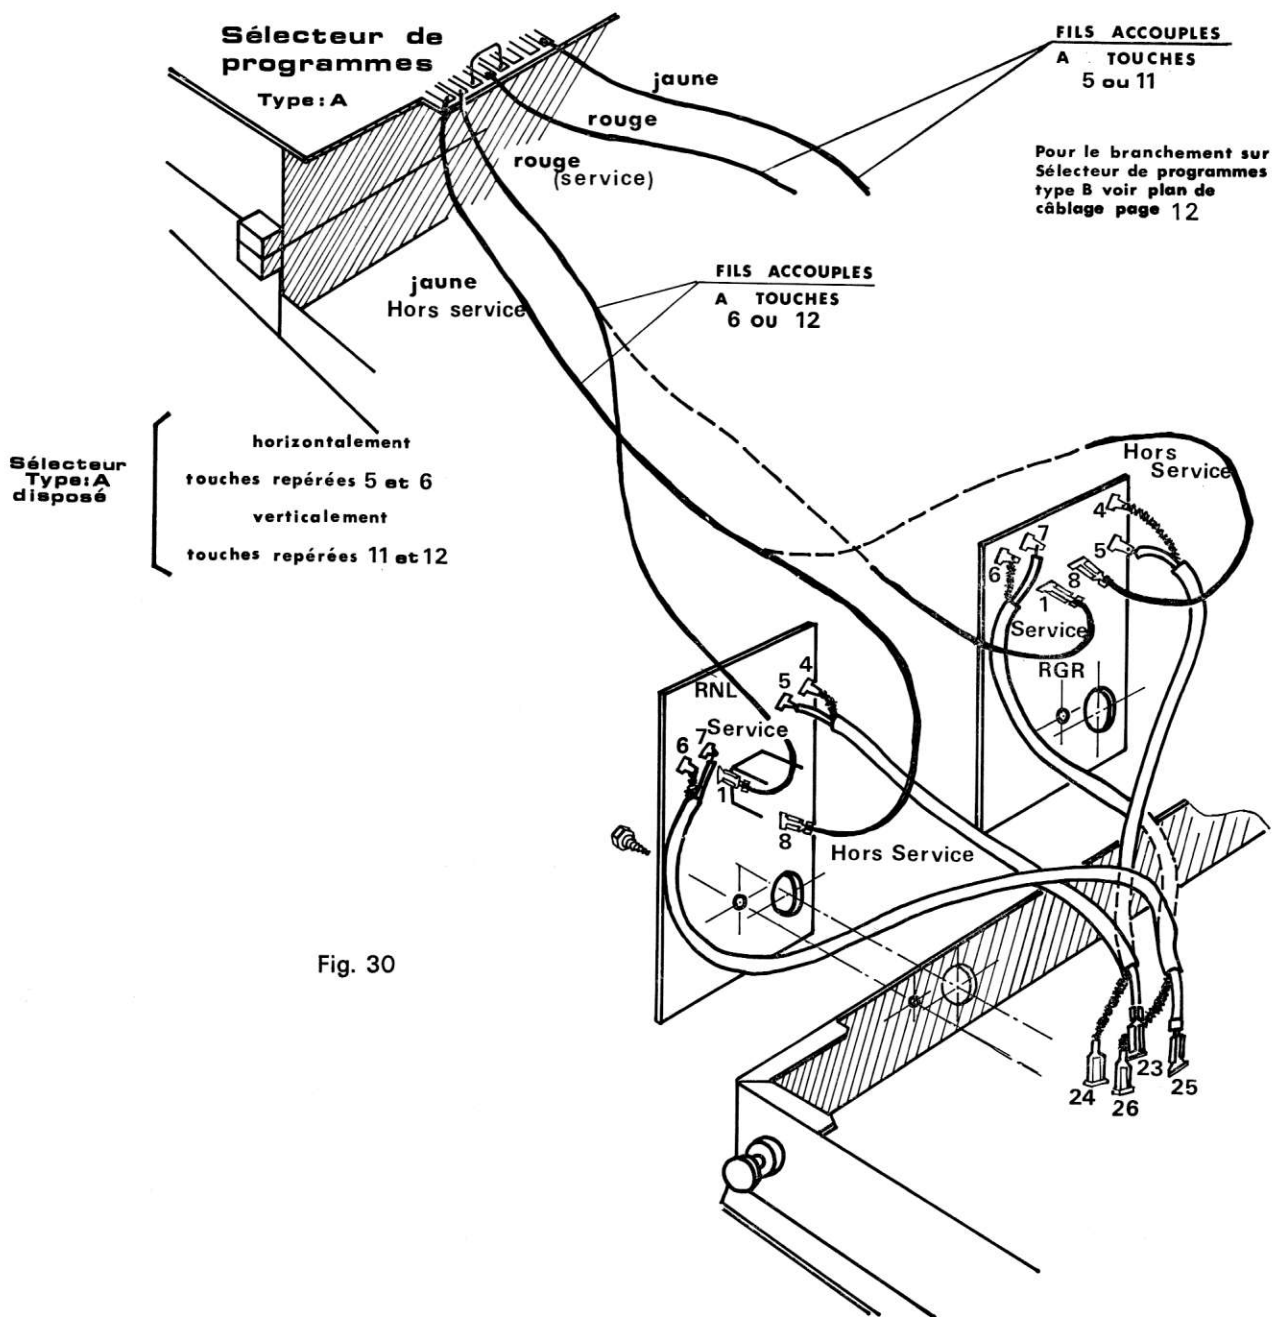

Fig. 30
La plaquette se fixe à l'aide d'une vis sur le bord inférieur du châssis, côté gauche - téléviseur vu de l'arrière (voir figure 30).
- a) le fil blindé partant des cosses repérées 4 et 5 (figure 30) est à connecter sur la cosse 23 pour l'âme du conducteur et sur la cosse 24 pour la gaine de blindage.
Raccorder sur le RMF ou RML, les deux fils soudés sur le sélecteur de programmes, comme il est indiqué sur la (figure 30, page 24).